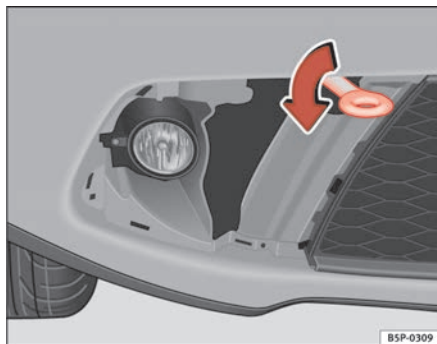

Fig. 206 Atornillado de la argolla de remolque
- Atornille la argolla hasta el tope hacia la *izquierda*, en el sentido que indica la flecha ⇒ fig. 206 .